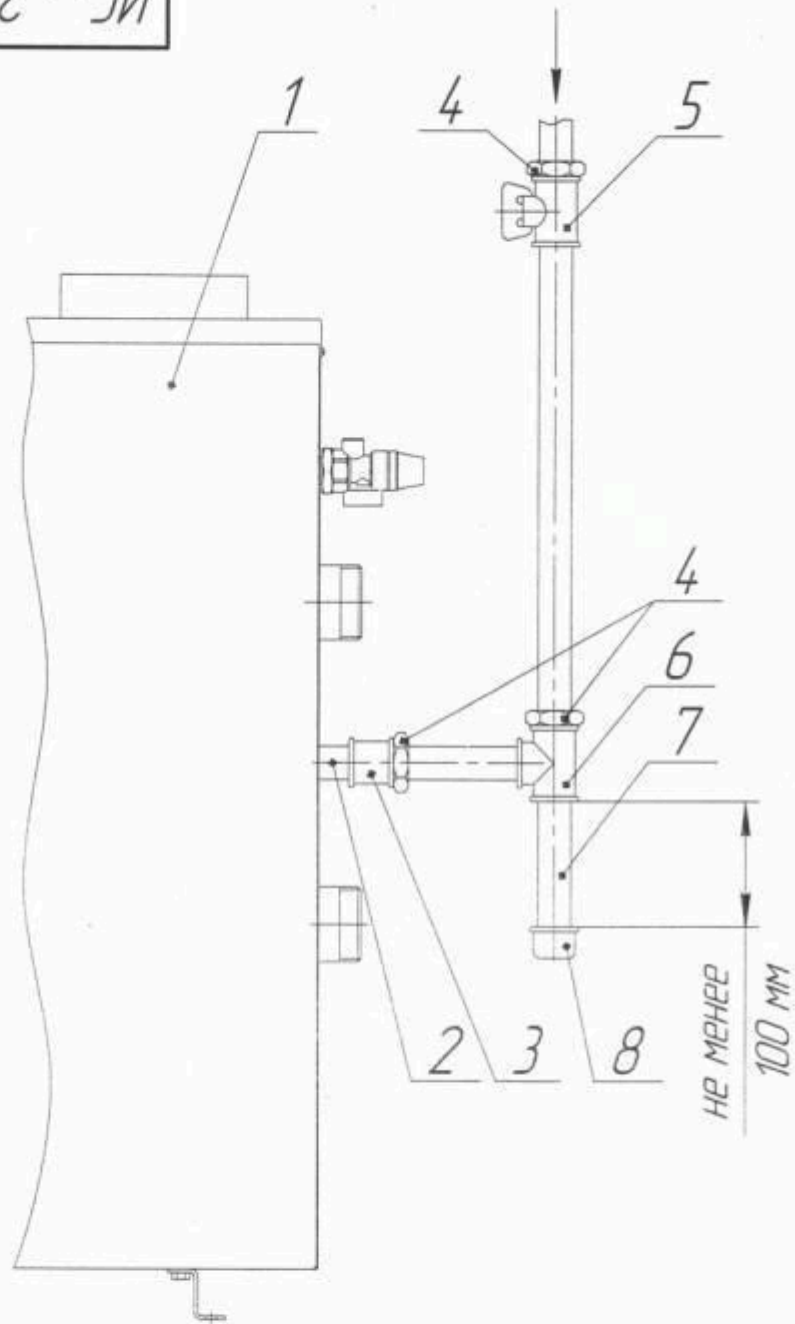

Рис. 9. Схема подсоединения котла к газопроводу.
5.7 На газоподводящей трубе перед котлом обязательно должен быть установлен газовый кран, перекрывающий доступ газа к котлу (см. рис. 9).
5.8 Рекомендуется на входе газопровода в котел устроить ловушку-отстойник (см. рис. 9).
2. На входе в котел /клапан/ обязательно нужно устроить конденсатную ловушку (см. рис. 9).